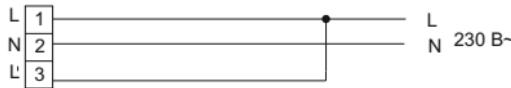

Рисунок 2
- присоединить подготовленные концы сетевого кабеля к винтовым зажимам клеммной колодки согласно маркировке (рисунок 2):
- 2) фазный некоммутированный проводник сети – подключить к контактному зажиму (L);
- 3) нейтральный проводник сети – подключить к синему зажиму (N);